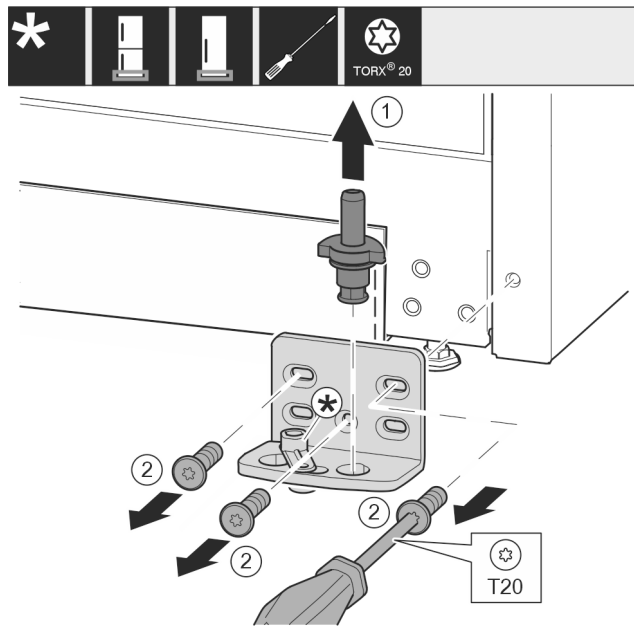

Fig. 13
- Ložiskový čap vyťahnite úplne nahor. Fig. 13 (1)
- Skrutky vyskrutkujte skrutkovačom T20 a odnímate ložiskovú konzolu. Fig. 13 (2)